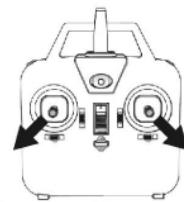

Рис. 3
4. Для запуска модели, переместите левый и правый стики вниз и от центра, как показано на рис. 3, либо нажмите на кнопку автоматического взлета на пульте управления.